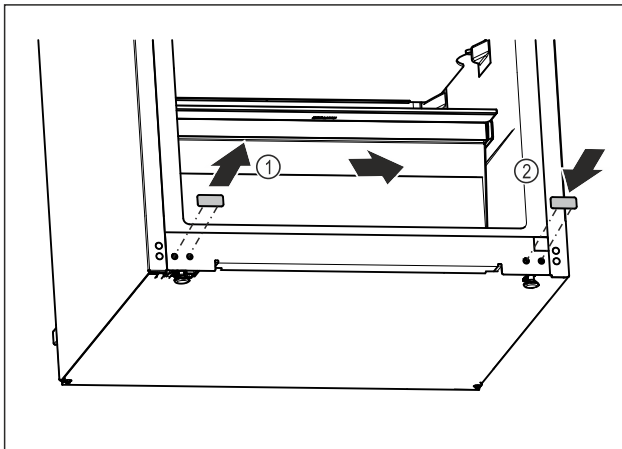

Fig. 21
- Trekk ut dekselpluggene. Fig. 21 (1)
- Sett inn dekselpluggen på motsatt side. Fig. 21 (2)